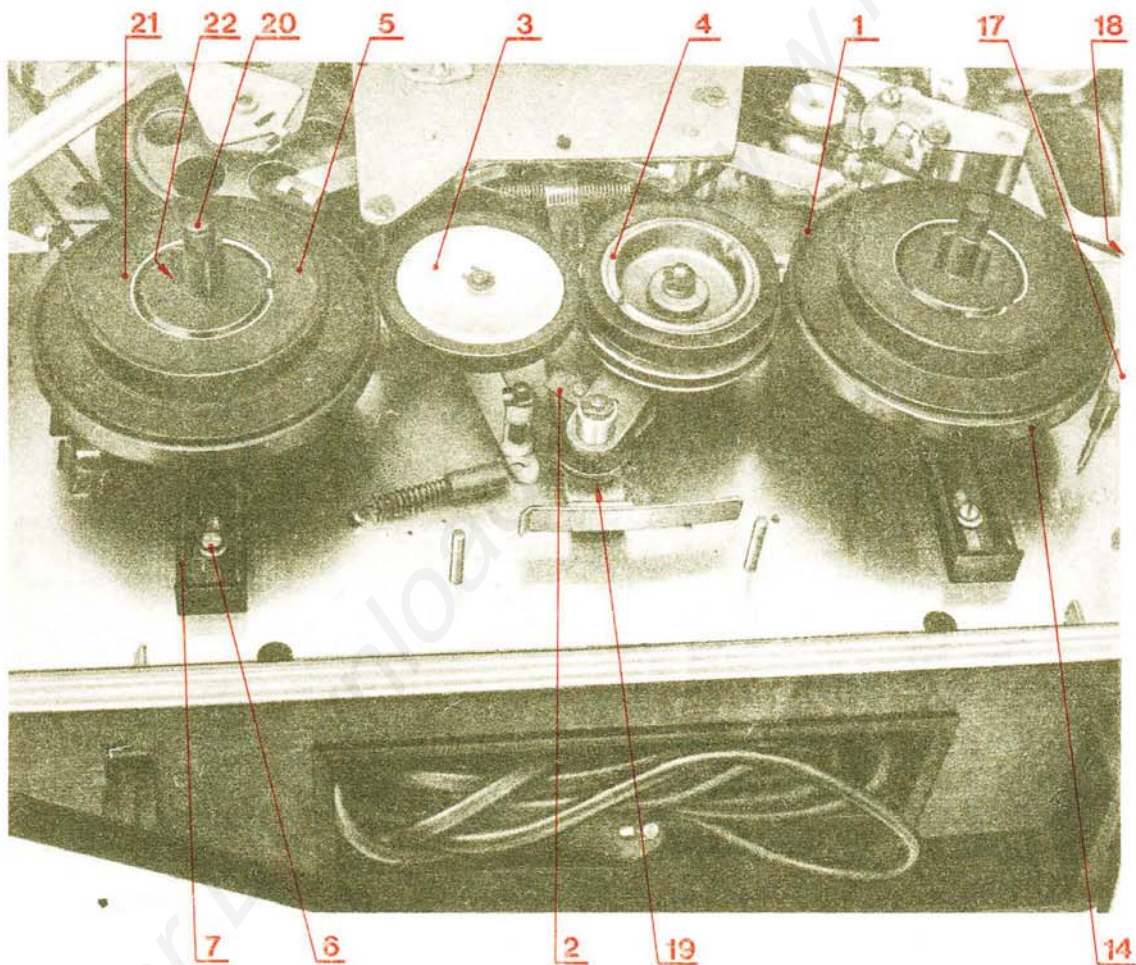

Bild 13
- die Spaltbreiten zwischen Riemenscheibe (4), Umspul-Zwischenrolle (3) und Wickelteller (5) wie folgt einstellen (die Verweisungszahlen gelten gemäss Bild 13): der Spalt zwischen Wickelteller (5) und Rie-
4.10. Korrektur der Schnellstoppbremse (vergl. Bild 13)
Der Bandlauf beim Umspulen ist von nachstehenden Einflussgrössen abhängig (Verweisungsnummern gelten gemäss Bild 13):